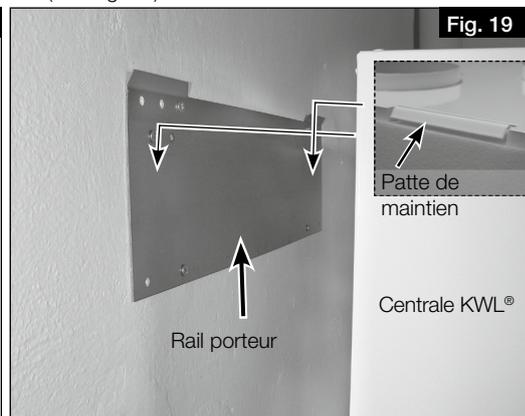

Fig. 19
5. Accrocher l'appareil au rail porteur dans les pattes de maintien (voir Fig. 19).